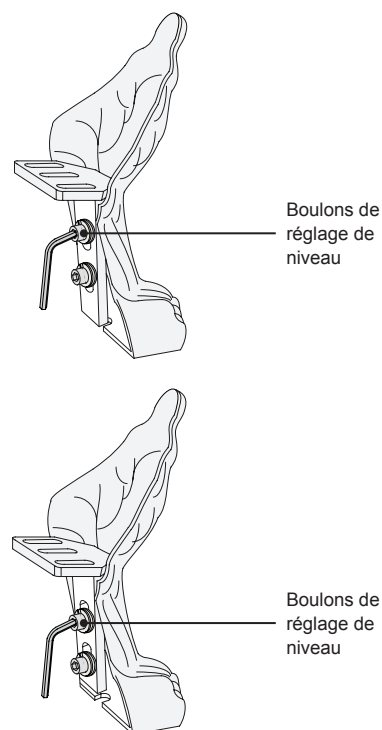

Figure 6. Réglage du niveau
- ❶ Utiliser une clé Allen (fournie) et desserrer les boulons de réglage de niveau (Figure 6).
- ❷ Ajuster la baignoire à l'aplomb désiré.
- ❸ Resserrer les boulons de réglage de niveau.